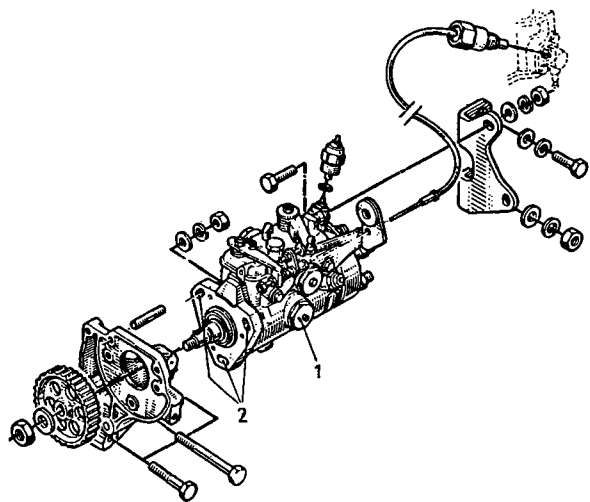

Figura 17. Bomba de inyección rotativa de la marca ROTO-DIESEL. 1, tapa de inspección. 2, orificios ovalados de fijación.
En la figura 17 se muestra el aspecto exterior de una bomba de este tipo de la marca ROTO-DIESEL. En lo que respecta a la puesta a punto hay que destacar la tapa de inspección (1) y los orificios ovalados de fijación (2) que nos van a proporcionar la base de las comprobaciones de calado de la bomba y también su posicionado del modo que vamos a ver.
En el caso de que no lo sea se puede modificar la posición de la bomba con respecto a su rotor a través de las tres tuercas de fijación y los orificios ovalados de ubicación (tal como vimos en 2 de la figura 17) con lo que se puede obtener la corrección suficiente para conseguir una correcta puesta a punto.